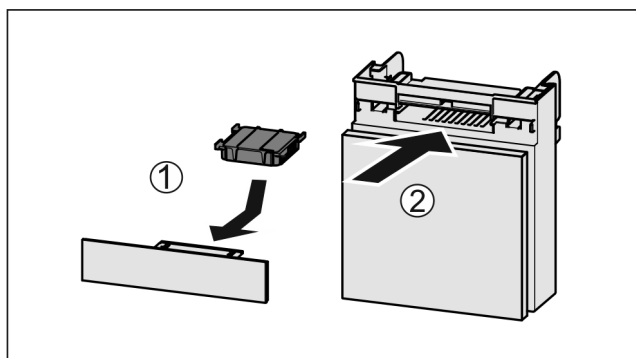

Fig. 84
- ▶ Aktivni ogljeni filter vstavite Fig. 84 (1) skladno s prikazom na sliki.
- ▶ Predal potisnite noter Fig. 84 (2).